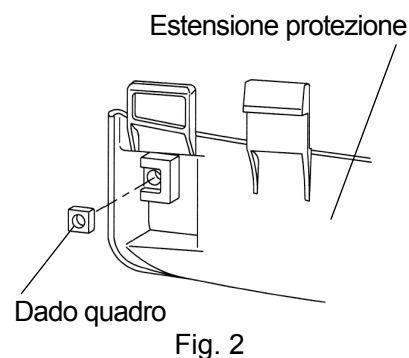
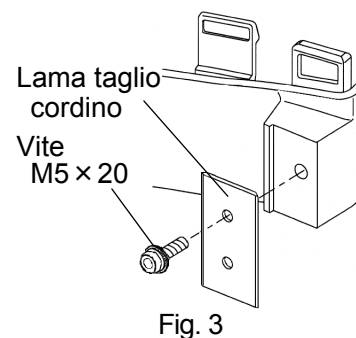

Fig. 2
Fig. 3
1. Inserire il dado quadro nell'estensione della protezione come indicato in Fig. 2.
2. Applicare la lama di taglio del filo all'estensione della protezione usando la vite M5 × 20, bloccandola col dado quadro (in Fig. 2) come indicato in Fig. 3.